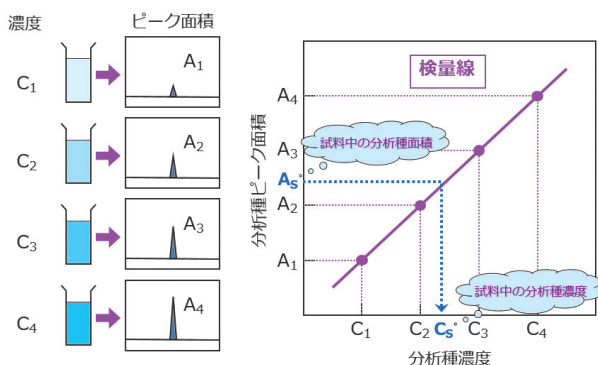

図6 検量線（外部標準法）
- ①標準試料を複数段階の濃度に調製した後分析し、ピーク面積値を測定する。
- ②標準試料の濃度を横軸に、ピーク面積値を縦軸に取り、図6に示す検量線を作成する。多くの場合、最小二乗法による直線近似が用いられる。